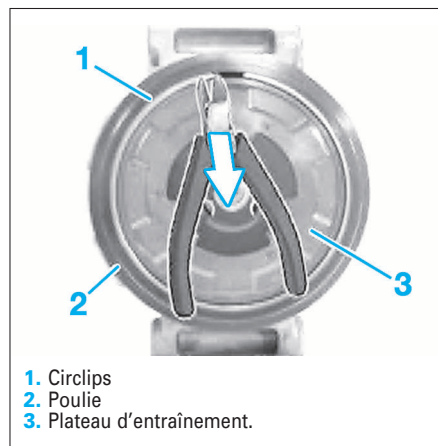

FIG. 30
- Retirer le circlip (1) avec une pince et le mettre au rebut (Fig.30).